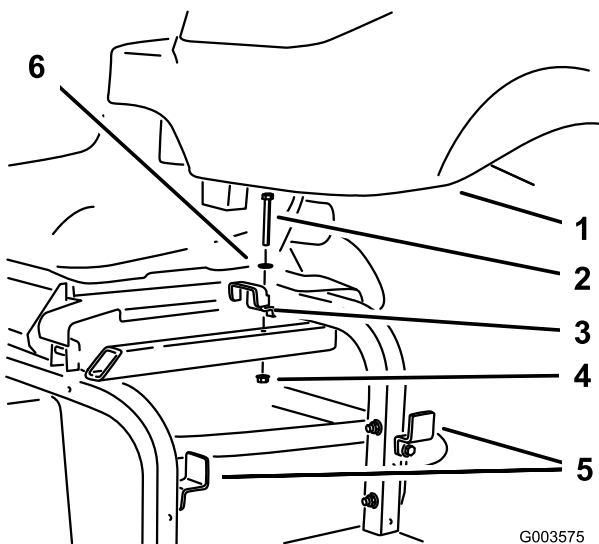

Figura 7
9. Togliete la staffa superiore del serbatoio idraulico dal telaio della macchina e allentate le due staffe sul lato del telaio. (Figura 7). Togliete il serbatoio e conservate la bulloneria.